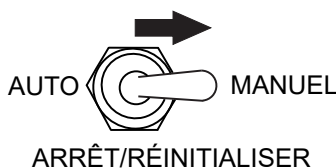

Figure 45. Interrupteur de démarrage/arrêt automatique (position manuelle)
2. Pour démarrer le moteur, placez l'interrupteur de démarrage/arrêt automatique en position **MANUEL** (Figure 45).